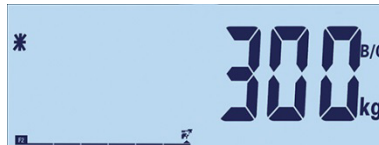

Figura 2-23: Valor de Peso de Animal Exibido
2. O peso médio será exibido, juntos com um símbolo de estrela, como mostrado na Figura 2-23.